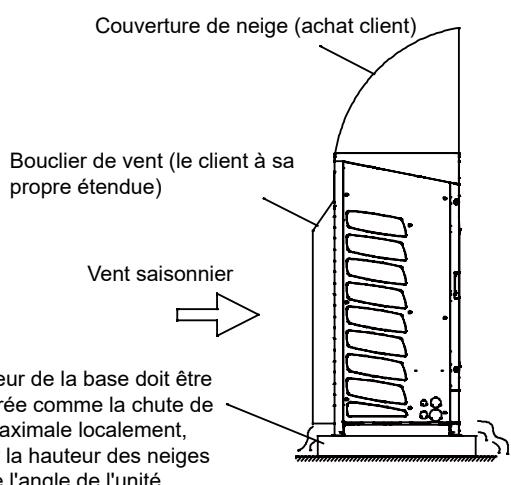

Figure 1
- L'installation devrait être pour s'assurer que les unités du soleil et la pluie, la poussière, le typhon, le lieu de preuve de tremblement de terre. Dans le domaine de la neige, la machine doit être installée dans le cadre ou sous la housse de neige, afin d'éviter la neige de la machine. Voir la figure 1